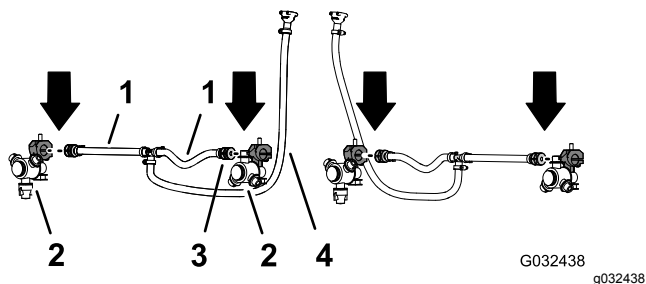

Рисунок 80
3. Найдите отверстие в боковой части хвостовика одностороннего шлангового штуцера типа «елочка», установленного в конце шланга длиной 25 см, входящего в состав шлангового узла (клапан опрыскивателя 5 или 6), для средней секции стрелы (Рисунок 79 и Рисунок 80).
- Используя распылительное сопло, болт с шестигранной головкой и винт из нержавеющей стали, снятые при выполнении пунктов 1 и 2 раздела Демонтаж распылительных сопел \(страница 36\), повторите действия, описанные в пунктах с 3 по 5, для хвостовика одностороннего шлангового штуцера типа «елочка» (Рисунок 79 и Рисунок 80), находящегося в конце другого шланга длиной 25 см (10 дюймов).
средней секции стрелы (Рисунок 79 и Рисунок 80).